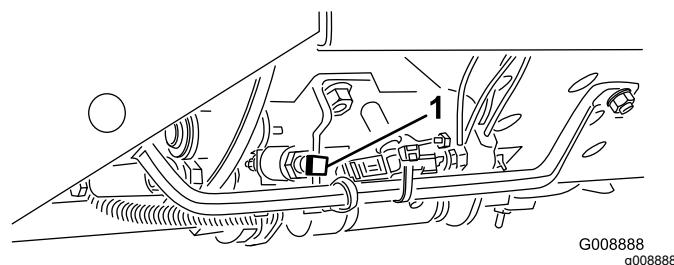

Рисунок 19
**Внимание:** Скорость скашивания устанавливается на заводе-изготовителе и составляет 9,7 км/ч. Ее можно увеличить или уменьшить, отрегулировав стопорный винт скорости (Рисунок 19).